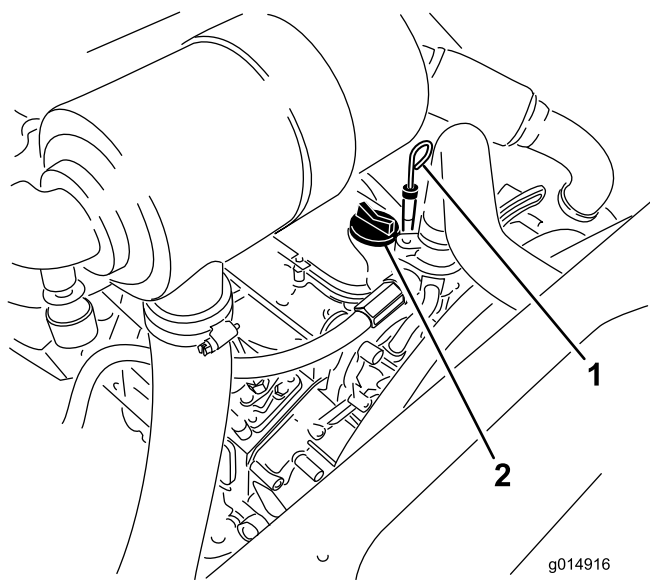

図 44
3. ディップスティックを抜き取り、付いているオイルをウェスで拭きとってもう一度差し込む（図 44）。
5. オイルの量が不足している場合は、補給キャップ（図 44）を取り、Full 位置までオイルを補給する。